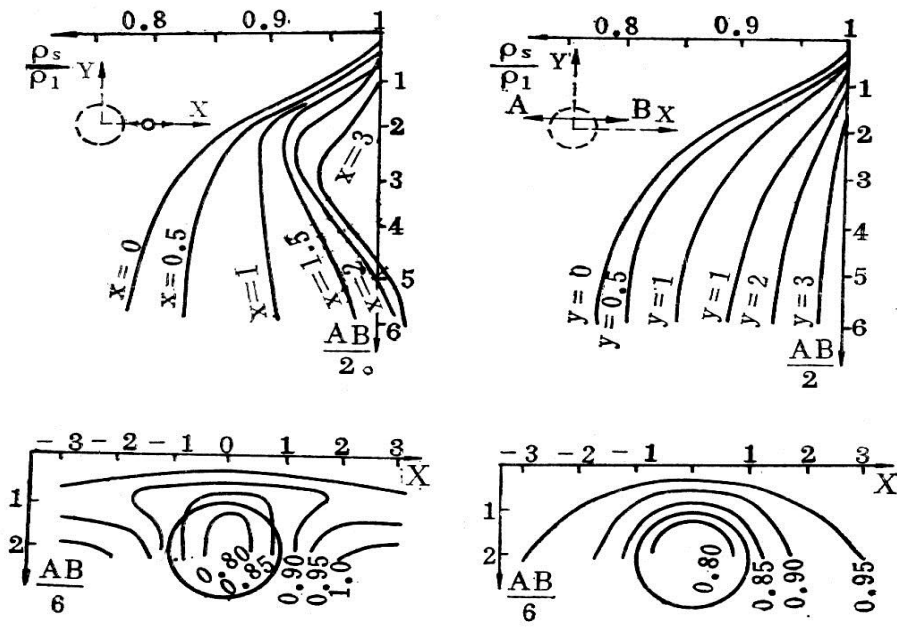

图7 球体上不同拉线方向的电测深
- 2、 根据记录的数据在单对数坐标轴上画图等视电阻率断面图，横坐标为 X 或 Y，纵坐标为 $AB/6$ ，并在图中大致画图被测目标体的实际位置，见图 7。